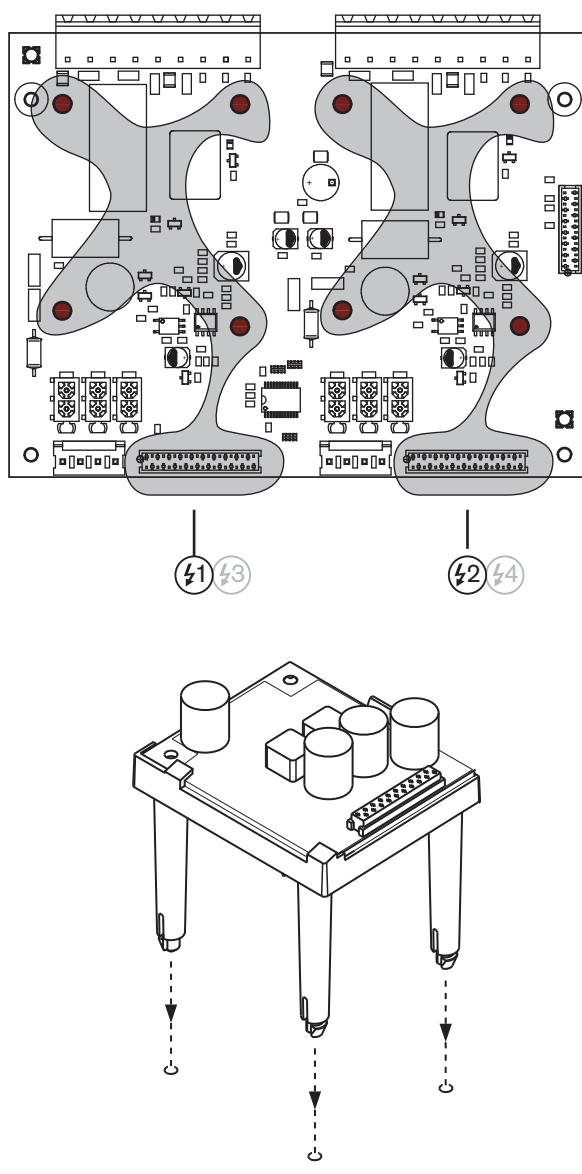

рисунок 13.4: Установка
- 1 Снимите крышку с усилителя мощности и найдите выходную плату (см. рисунок 13.4).
- 2 Защелкните плату управления контролем на "настольном" кронштейне (см. рисунок 13.4).